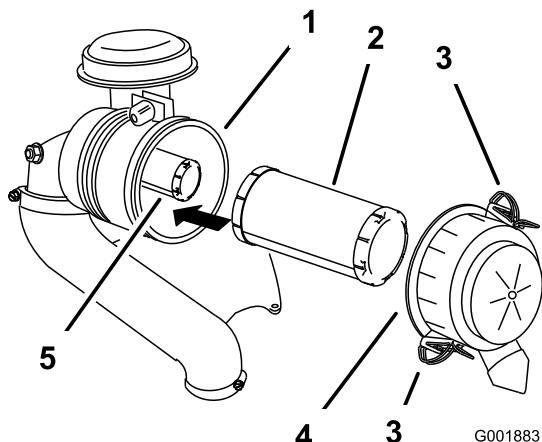

Figure 46
- Ouvrez les dispositifs de verrouillage du filtre à air et séparez le couvercle du corps du filtre (Figure 46).
- Sortez l'élément principal du corps du filtre avec précaution (Figure 46).
- Si vous remplacez l'élément intérieur, insérez-le avec précaution dans le corps du filtre (Figure 46).
- Placez ensuite l'élément principal sur l'élément intérieur avec le même soin (Figure 46).
- Remettez en place et verrouillez le couvercle du filtre à air (Figure 46).